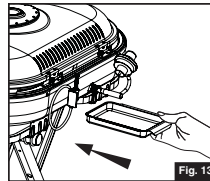

Fig. 13
- Instale la bandeja para goteos debajo de la parte trasera de la parrilla. (Fig. 13)